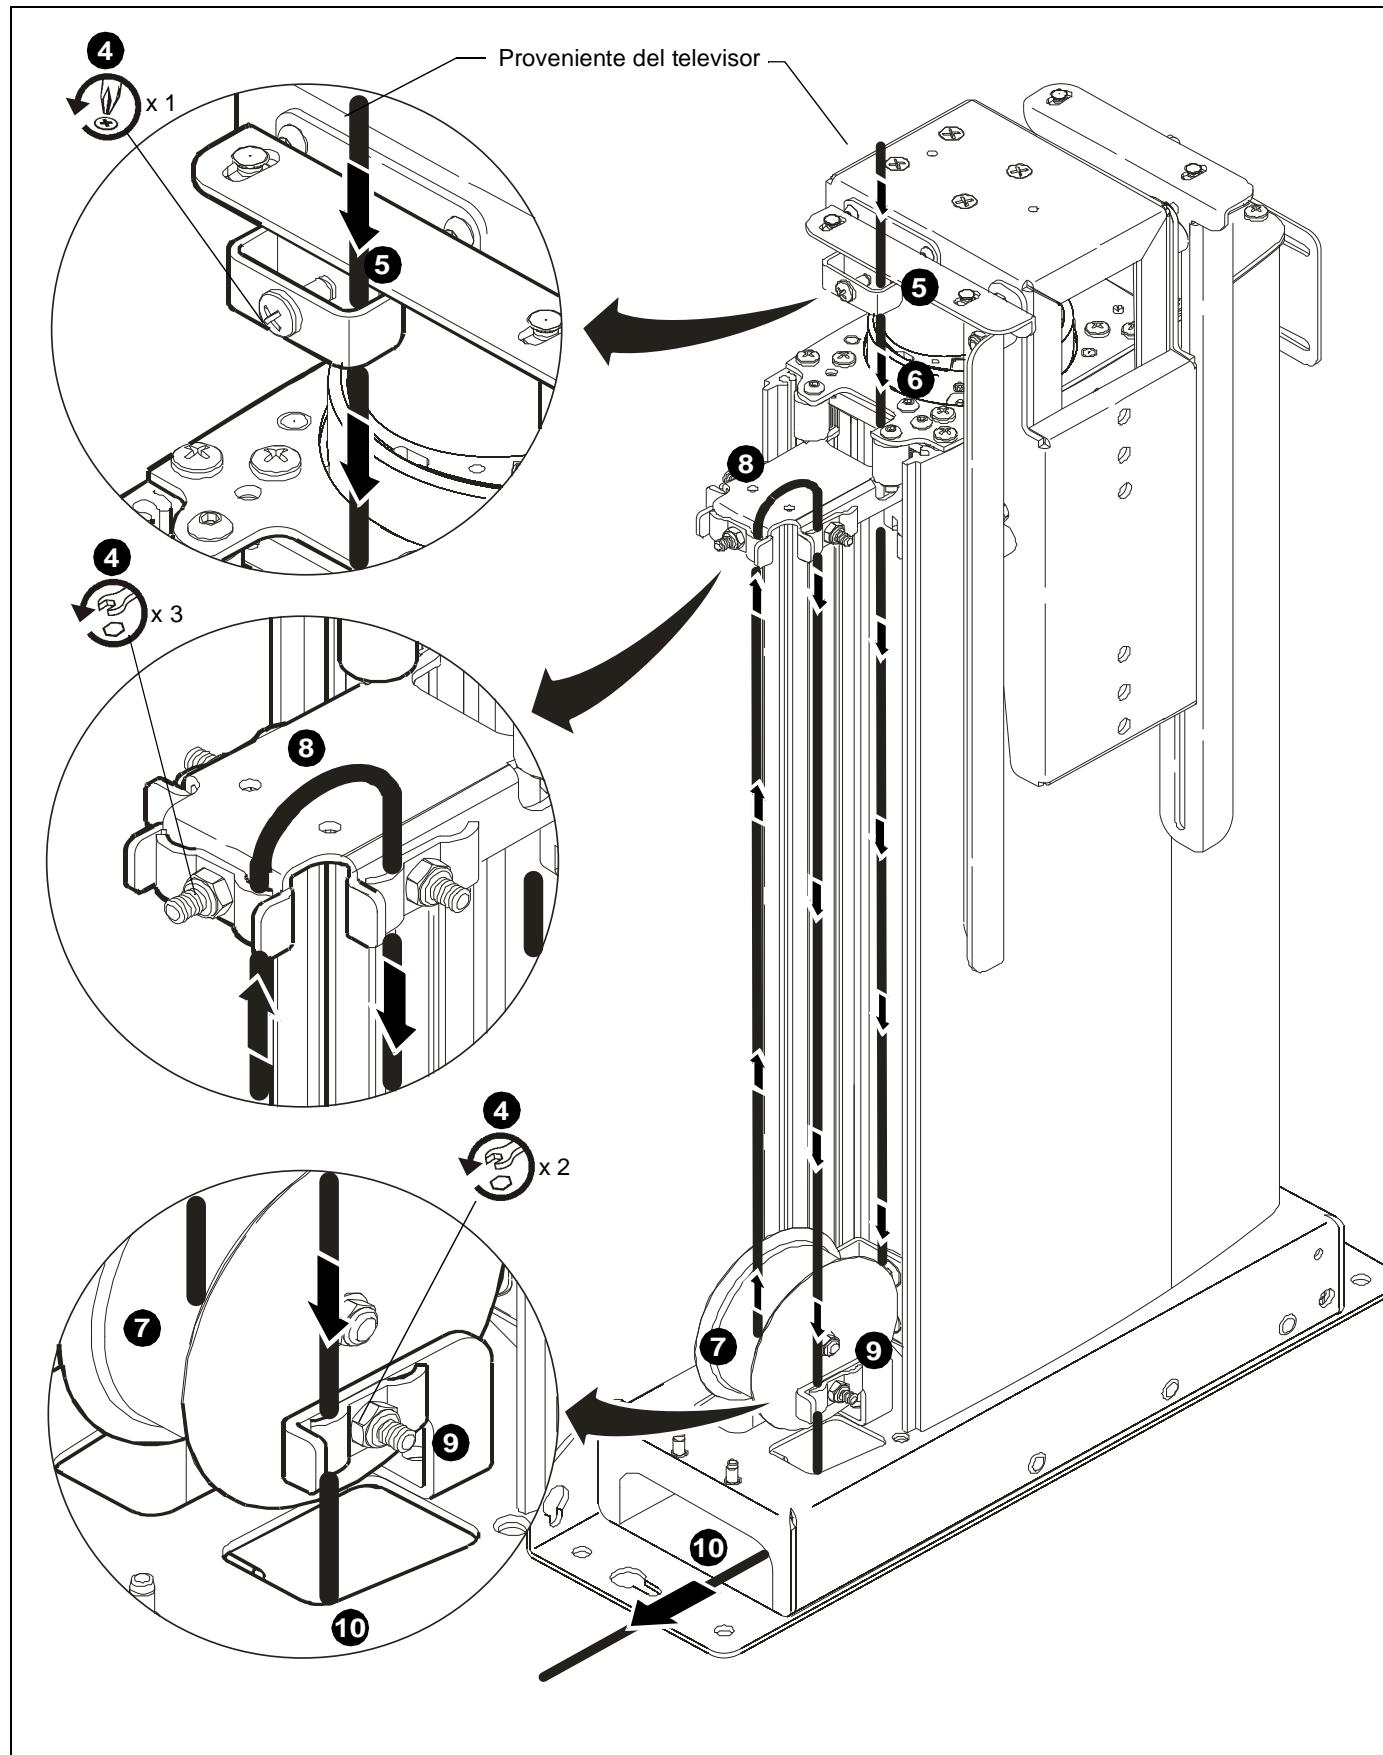
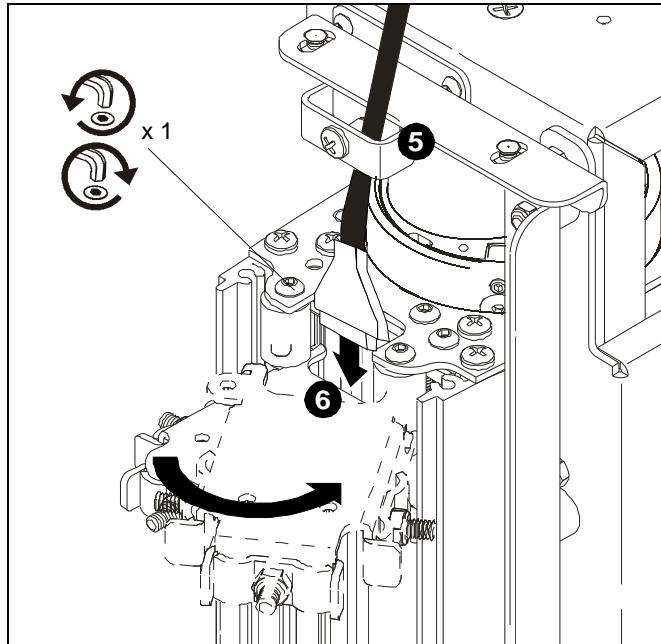

Figura 10
Figura 11
4. Afloje los seis sujetadores de cables. (Consulte la Figura 10).
5. Pase los cables hacia abajo a través del sujetador superior. (Consulte la Figura 10 y la Figura 11).
- Pase los cables por la abertura ubicada en la parte posterior del soporte de sujeción, que constituye el sujetador de cable medio. (Consulte la Figura 10 y la Figura 11).
**PRECAUCIÓN:** Los tornillos extraídos DEBEN colocarse y ajustarse bien antes de continuar con el tendido de los cables. (Consulte la Figura 11).
- Pase los cables por debajo de la polea y luego, hacia arriba, a través del sujetador frontal ubicado en el soporte de sujeción que constituye el sujetador medio. (Consulte la Figura 10).
- Forme un bucle y pase los cables a través del sujetador lateral ubicado en el soporte de sujeción que constituye el sujetador medio. (Consulte la Figura 10).
**PRECAUCIÓN:** El bucle no debe sobresalir más de 25 mm (1 pulgada) por sobre el soporte de sujeción. (Consulte la Figura 10).
- Pase los cables hacia abajo a través del sujetador inferior. (Consulte la Figura 10).
- Pase los cables a través de la abertura de acceso para cables ubicada en la parte superior de la base y luego por la abertura lateral de la base. (Consulte la Figura 10).
- Comenzando por el sujetador de cables superior y avanzando hacia abajo, tense los cables y ajuste los sujetadores restantes. (Consulte la Figura 10).